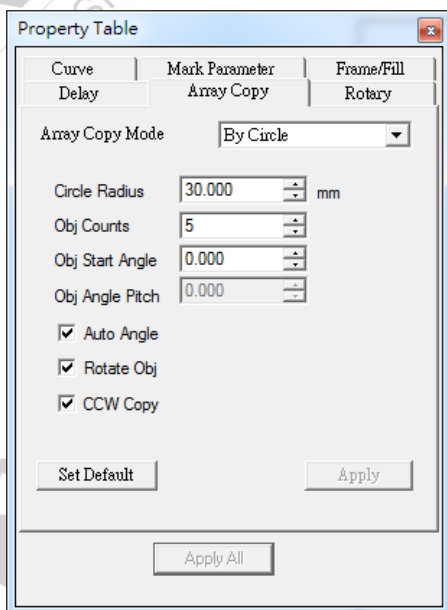
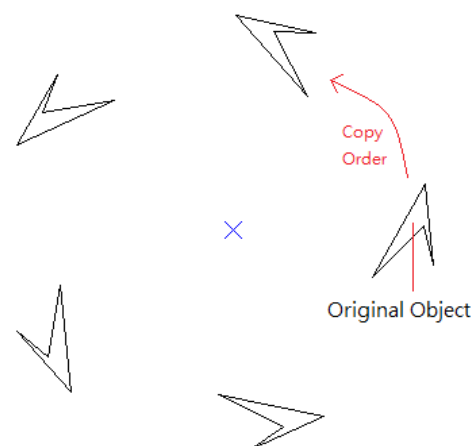
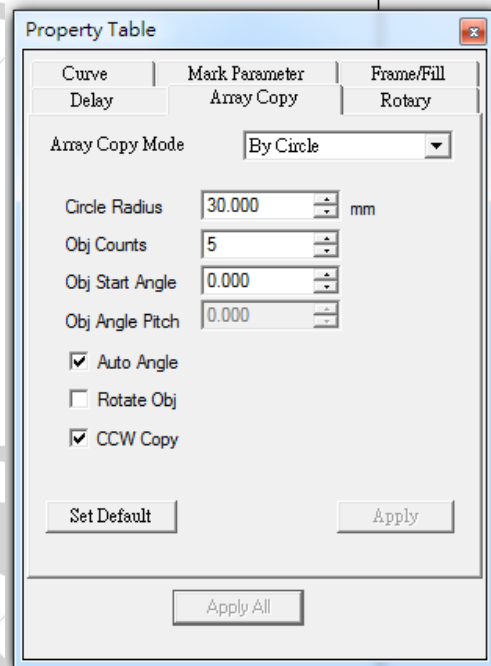

図 3.2.14
図 3.2.15
図 3.2.16
このモードのプロパティテーブルは図3.2.14のようになり、図3.2.15はこのモードの結果です。
**Rotate Object:** オブジェクトを回転させるかどうかを決めます。Fig.3.2.15ではこの機能を使用していますが、Fig.3.2.16では使用していません。